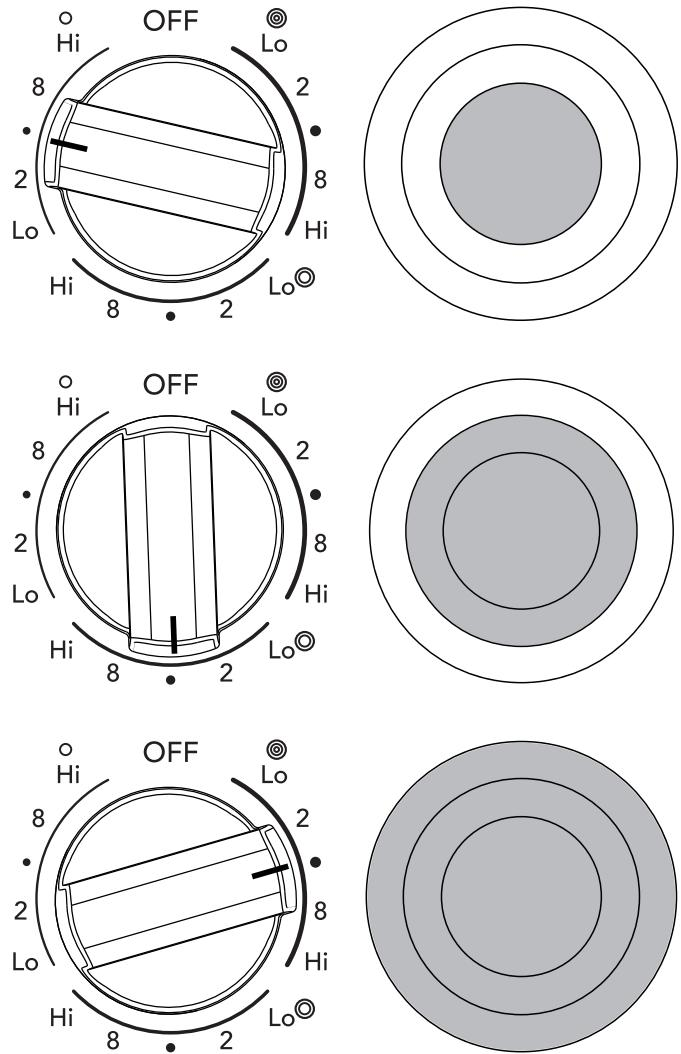

Figure 8 : Réglage du bouton de commande pour élément triple
Les icônes autour du bouton indiquent quel ou quels éléments de l'élément rayonnant triple sont utilisés. Le symbole O indique que seul l'élément intérieur est utilisé. Le symbole ⊙ indique que l'élément intérieur et celui du centre sont utilisés. Le symbole ⊙◎ indique que l'élément intérieur, celui du centre et l'élément extérieur sont tous allumés (Figure 8). Il est possible de passer d'un réglage à l'autre à tout moment au cours de la cuisson.
2. Pousser et tourner le bouton de commande de surface sur le symbole de l'élément intérieur pour les petits ustensiles de cuisine ou sur le symbole des deux éléments (intérieur et centre) pour les plats moyens ou sur le symbole représentant les trois éléments pour les ustensiles plus grands (Figure 8). Le cas échéant, tourner le bouton pour ajuster le réglage.